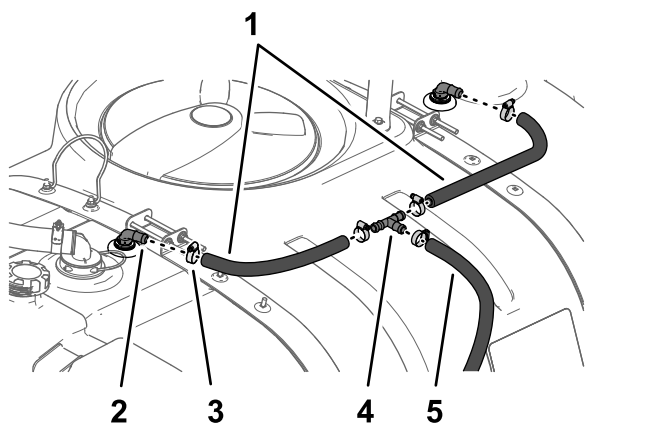

Рисунок 27
1. Подсоедините 2 шланга размером 1,9 x 61 см и 2 шланговых хомута к каждому прямоугольному штуцеру на узлах промывочных сопл и затяните хомуты от руки (Рисунок 27).
2. Установите, не затягивая, другие концы шлангов размером 1,9 x 61 см на тройник с помощью 2 шланговых хомутов, как показано на Рисунок 27.
3. Установите шланги размером 1,9 x 180 см и шланговые хомуты на тройник, как показано на Рисунок 27.
1. Наденьте шланг длиной 43,3 см в нижней части промывочного бака на внутренний штуцер типа «елочка» насоса промывочного бака с помощью шлангового хомута и затяните хомут от руки (Рисунок 27).